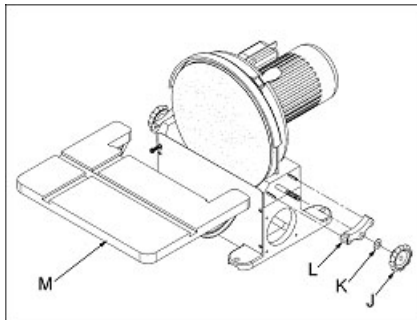

Рис. 7
Снимите зажимные рукоятки(J, рис. 7), шайбы (K), поворотные сегменты (C) и шлифовальный стол (M).